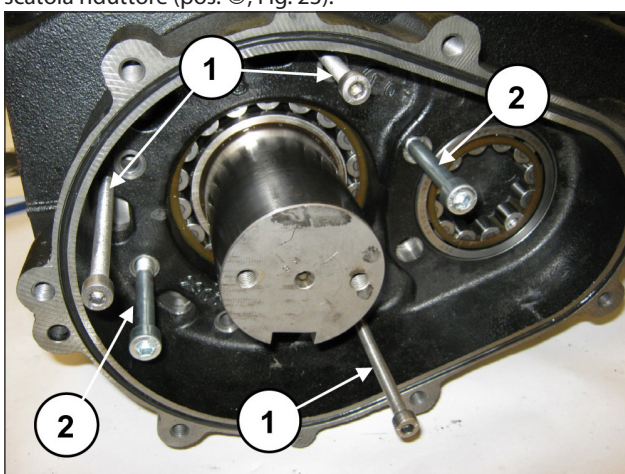

Fig. 23
Posizionare n. 3 grani o viti filettate M8 (pos. ①, Fig. 23) con la funzione di estrattori negli appositi fori e due viti M10 sufficientemente lunghe con la funzione di sostegno alla scatola riduttore (pos. ②, Fig. 23).